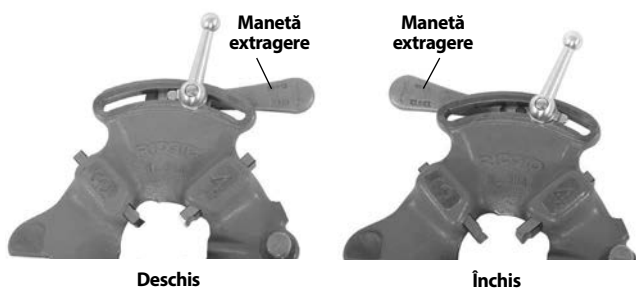

Figura 7 – Pozițiile Deschis/Închis ale manetei
2. Mișcați maneta de extragere în poziția OPEN (DESCHIS) (Figura 7).